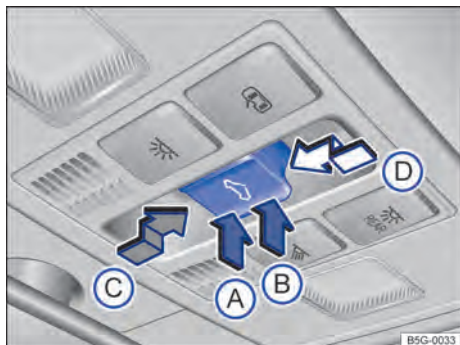

Fig. 54 No revestimento do teto: botão do teto de vidro.
Função	Ação → Fig. 54
O botão ☰ → Fig. 54 é de 2 níveis. No 1º nível o teto pode ser totalmente ou parcialmente levantado, aberto ou fechado.
- *Teto de vidro*: dentro de aproximadamente 5 segundos após a liberação do limitador de força, pressionar o botão  → Fig. 54 até o 2º estágio na direção da seta → Fig. 54 Ⓛ, até que o teto de vidro esteja totalmente fechado.